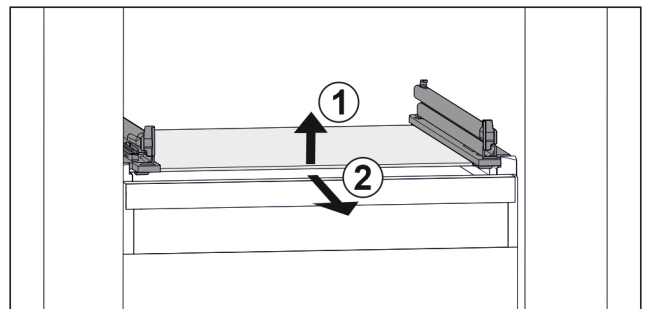

Fig. 118 Exemple de représentation de la tablette en verre
- ▶ Soulever la tablette en verre par l'avant. Fig. 118 (1)
- ▶ Retirer la tablette en verre par l'avant. Fig. 118 (2)